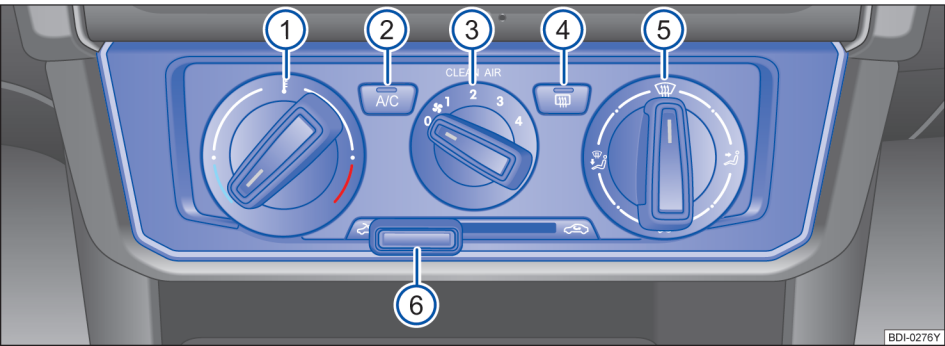

图 125 中控台上：手动空调的操作元件
- 将空气流向调节旋钮⑤转到位置。
- 将鼓风机旋钮③转到 3 挡。
- 将温度调节旋钮①顺时针转到最高温度。
- 建议将空气内/外循环调节滑块⑥⇒图 125 移至☞空气外循环模式。